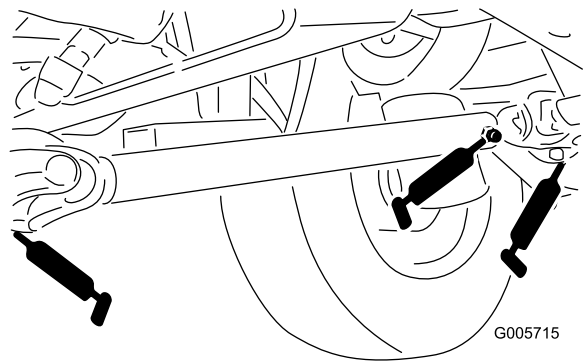

Bild 41
- Antriebswelle (3) (Bild 41)
- Kupplungsgehäuse (Bild 41)